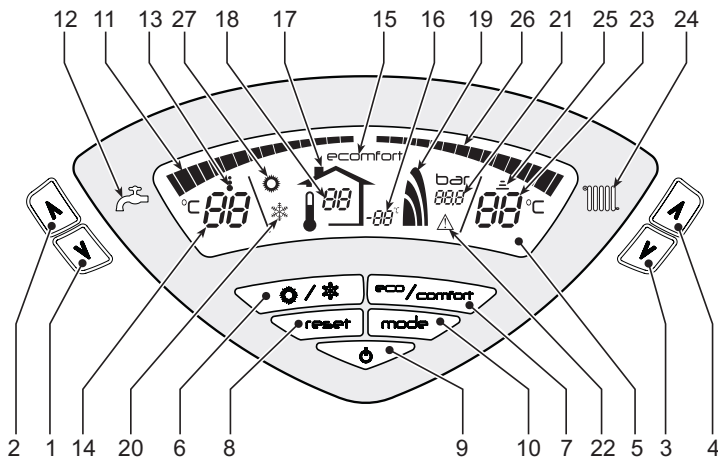
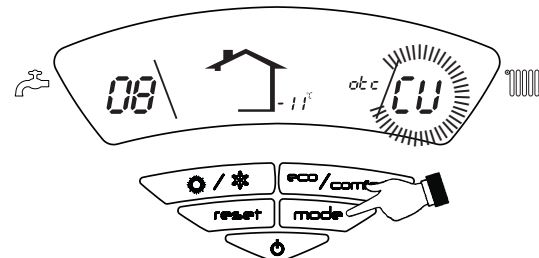
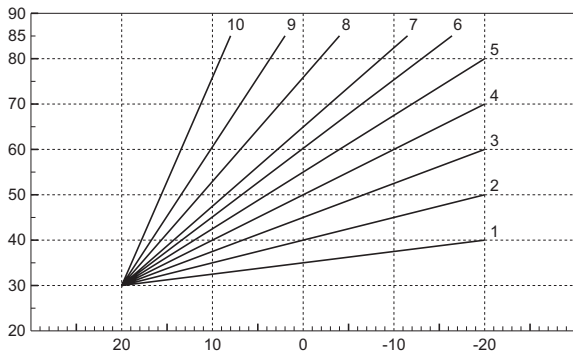

fig. 1 - Panel de control
fig. 11 - Curva de compensación
fig. 13 - Curvas de compensación
La demanda de calefacción (generada por el termostato de ambiente o el reloj programador a distancia) se indica mediante el parpadeo del símbolo de **funcionamiento en calefacción** (25 - fig. 1).
Los indicadores de temperatura del agua sanitaria (26 - fig. 1) se encienden gradualmente a medida que el sensor correspondiente detecta que se va alcanzando el valor programado.
La demanda de agua caliente sanitaria (generada por la apertura de un grifo correspondiente) se indica con el parpadeo del símbolo de **funcionamiento en ACS** (13 - fig. 1). Comprobar que se encuentre activada la función Comfort (15 - fig. 1).
Los indicadores de temperatura del agua sanitaria (11 - fig. 1) se encienden gradualmente a medida que el sensor correspondiente detecta que se va alcanzando el valor programado.
Cuando el acumulador está activado (opción predeterminada), en el display aparece el símbolo de CONFORT (15 - fig. 1); si está desactivado, se visualiza el símbolo ECO (15 - fig. 1).
Para desactivar el calentador y establecer el modo ECO, pulsar la tecla eco/comfort (7 - fig. 1). Para volver al modo CONFORT, pulsar nuevamente la tecla eco/comfort (7 - fig. 1).
Pulsar la tecla **on/off** (9 - fig. 1) durante 1 segundo.
Para reactivar la caldera, pulsar nuevamente la tecla **on/off** (9 fig. 1) durante 1 segundo.
- Pulsar la tecla ON/OFF (9 - fig. 1).
Pulsar la tecla **Verano/Invierno** (6 - fig. 1) durante 1 segundo.
En la pantalla aparece el símbolo de Verano (27 - fig. 1): la caldera solo suministra agua sanitaria. El sistema antihielo permanece operativo.
Para desactivar el modo Verano, pulsar nuevamente la tecla **Verano/Invierno** (6 - fig. 1) durante 1 segundo.
Mediante las teclas (3 y 4 - fig. 1) se puede regular la temperatura de la calefacción desde un mínimo de 30 °C hasta un máximo de 80 °C,
Mediante las teclas (1 y 2 -) fig. 1 se puede regular la temperatura del agua sanitaria desde un mínimo de 10 °C hasta un máximo de 65 °C.
Si está instalada la sonda exterior (opcional), en la pantalla del panel de mandos (5 - fig. 1) aparece la temperatura exterior actual medida por dicha sonda. El sistema de regulación de la caldera funciona con "Temperatura adaptable". En esta modalidad, la temperatura del circuito de calefacción se regula en función de las condiciones climáticas exteriores, con el fin de garantizar mayor confort y ahorro de energía durante todo el año. En particular, cuando aumenta la temperatura exterior disminuye la temperatura de ida a la calefacción, de acuerdo con una curva de compensación determinada.
Durante el funcionamiento con temperatura adaptable, la temperatura programada mediante las **teclas de la calefacción** (3 y 4 - fig. 1) pasa a ser la temperatura máxima de ida a la instalación. Se aconseja establecer el valor máximo para que la instalación pueda regular la temperatura en todo el campo útil de funcionamiento.
Si se pulsa una vez la tecla **mode** (10 - fig. 1), se visualiza la curva actual de compensación (fig. 11), que se puede modificar con las **teclas del agua sanitaria** (1 y 2 - fig. 1). Seleccionar la curva deseada entre 1 y 10 según la característica (fig. 13).